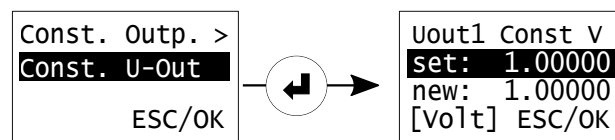

Abbildung 6.11: Einstellung des konstanten Spannungsausgangs.
5. **Einstellung des Werts des konstanten Spannungsausgangs:** Falls Sie den Modus **Const. Outp.** gewählt haben, können Sie den Wert des Konstantenspannungsausgangs manuell ändern, indem Sie den Cursor auf die zweite Displayzeile **Const. U-Out** bewegen, auf <ENTER> klicken und den gewünschten Wert eingeben, gefolgt von einem Klick auf **OK** (s. Abbildung 6.11).